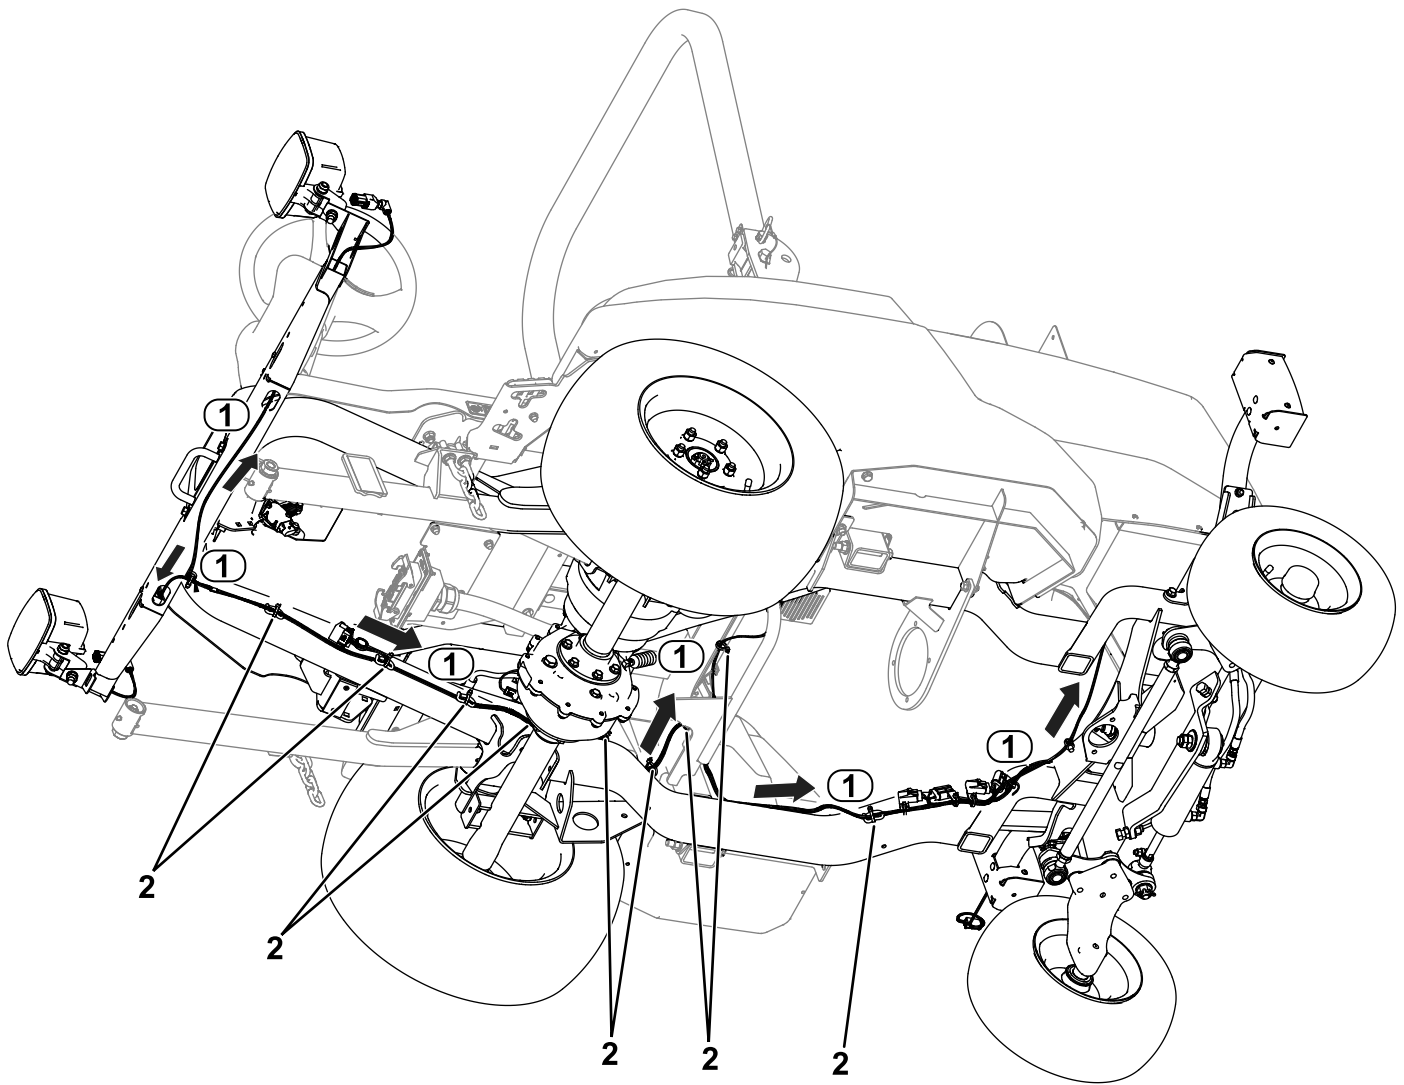

Figura 28
1. Instradate il connettore del cablaggio preassemblato con l'etichetta LH HEADLIGHT (P04) verso la parte sinistra dell'unità (Figura 28). Collegate il cablaggio alla luce.
2. Instradate il connettore del cablaggio preassemblato con l'etichetta RH HEADLIGHT (P05) verso la parte destra dell'unità (Figura 28). Collegate il cablaggio alla luce.
3. Instradate il connettore del cablaggio preassemblato con l'etichetta LH REAR LIGHT (P01) verso la parte posteriore sinistra dell'unità (Figura 28).
4. Instradate il connettore del cablaggio preassemblato con l'etichetta RH REAR LIGHT (P02) verso la parte posteriore destra dell'unità (Figura 28).
7. Collegate il connettore del cablaggio preassemblato con l'etichetta LH REAR LIGHT (P01) alla luce posteriore (Figura 28).
8. Collegate il connettore del cablaggio preassemblato con l'etichetta RH REAR LIGHT (P02) alla luce posteriore (Figura 28).
15. Montate con delle fascette per cavi il cablaggio preassemblato come illustrato nella Figura 28.